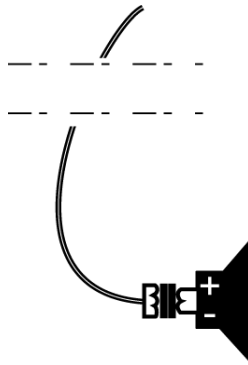

图22 连接扬声器与音频线缆示意图
3. 将扬声器连接到音频线缆上，通常在一个线路上安装多个扬声器，可采用手拉手连接方式，如图 22 所示。